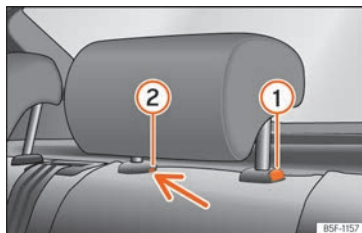

Fig. 75 Apoyacabezas trasero: desmontaje.
- Pulse la tecla » » fig. 75 ① , apretando a la vez por el orificio del seguro ② con un destornillador plano de máximo 5 mm de anchura y retire el apoyacabezas.